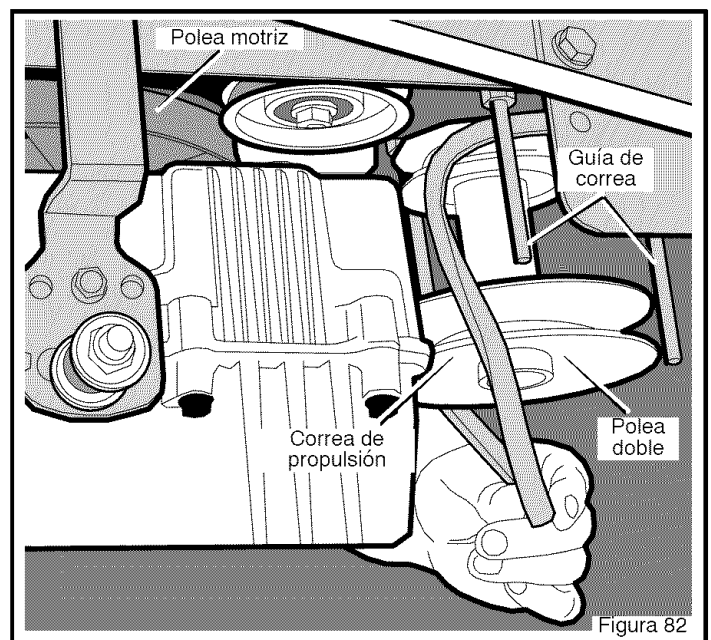

Figura 82
7. Deslice la parte posterior de la **correa de propulsión** por encima de la **polea motriz** y que salga por delante de la transmisión. Luego, jale la **correa de propulsión** hacia abajo entre las **guías de correa** y la **polea doble** (Figura 82).